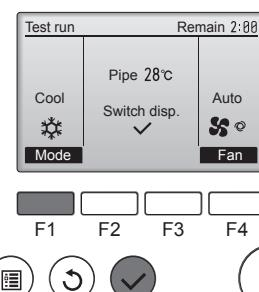

Fig. 7-3
- Tryck på [F1] när du vill växla funktionsläge. (Fig. 7-3)